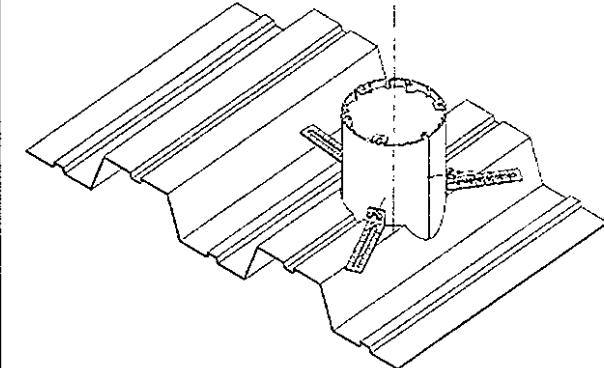

Fig. 8
- Monter l'ensemble dans l'ouverture ainsi ménagée, consulter la Fig. 8. S'assurer que l'ensemble est de niveau avec le plancher. Fixer au plancher avec des vis à tôle (non fournies).
2. Instalar el conjunto en el agujero según la Fig. 8. Comprobar que el conjunto esté instalado de manera vertical. Fijar a la base con tornillos para chapa de metal (no provistos).